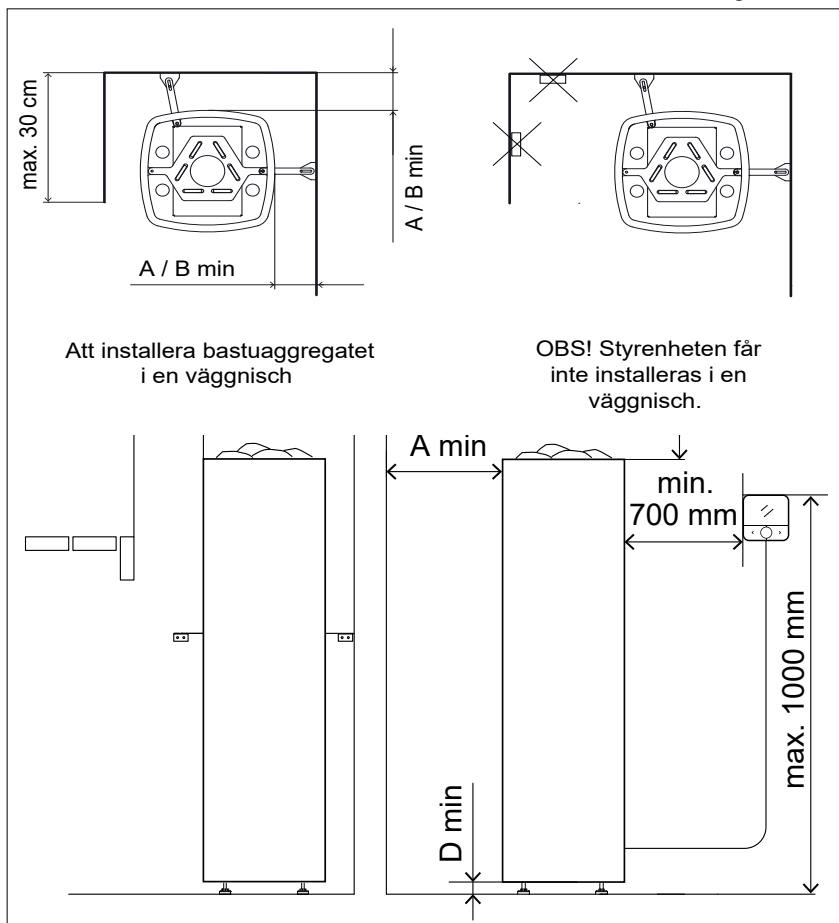

Bild 6.1-1: Minimisäkerhetsavstånd till systemet
Vid behov kan man bygga ett skyddsräcke runt bastuaggregatet. Vid planeringen ska man alltid följa de minimiskyddsavstånd till brännbara strukturerna som anges i anvisningarna (bild 6.1-1 och tabell 6.1-1). Felaktig installation orsakar brandrisk.
- Bastuaggregatet kan också installeras i en väggisch. Då ska skyddsavstånden enligt bild 6.1-1 beaktas.
- Styrpanelen får inte installeras på platser där temperaturen överstiger den maximala temperaturen på 80 °C. Om styrpanelen installeras i basturummet ska installationsplatsen vara minst på ett minimiskyddsavstånd (0,7 m) från bastuaggregatet och högst en meter (1 m) från golvet (se bild 6.1-1). Strömkablarna och styrpanelens kabel ska inte installeras bredvid varandra för att undvika störningar.